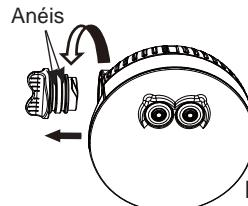

Figura 1
1. Secar o produto completamente. Desapertar a tampa do recipiente da bateria (1) da luz de led do Spa (veja a Figura 1). Cuidado para não perder os dois anéis de vedação da tampa do recipiente da bateria.